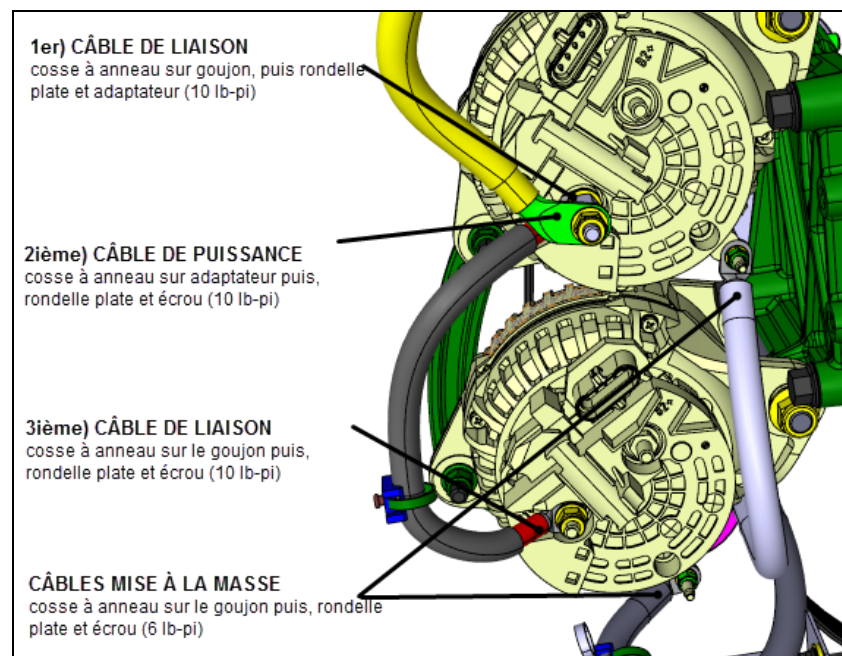

FIGURE 27
15. Vue d'ensemble des connexions (FIGURE 27).